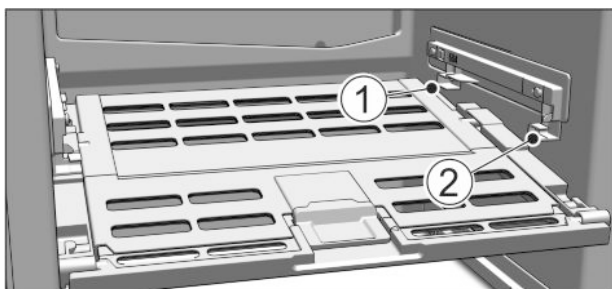

Fig. 14
- ▶ Vstavite pokrov Fruit & Vegetable-Safe: Prečke od spodaj vstavite v zadnje držalo Fig. 14 (1) in spredaj zapnete v držalo Fig. 14 (2).